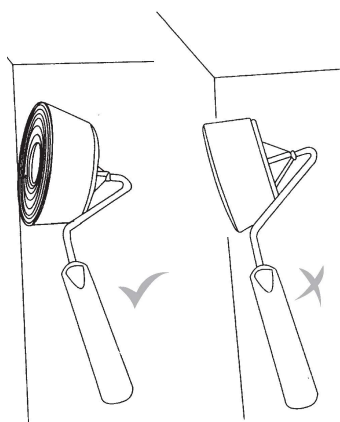

Fig.9
8. Ao pintar, certifique-se de que o cabeçote do aparador esteja inclinado em um ângulo em relação à parede adjacente. O portião de esponja deve estar totalmente assentado na parede pintada (Fig. 9).